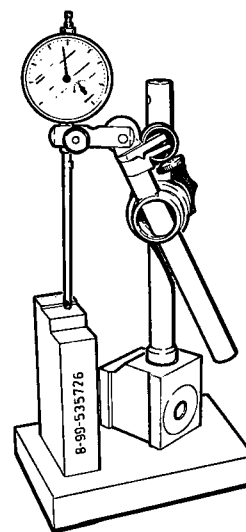

Fig. 10
- Plaats de houder met de meetklok op het kaliber 8-99-535726. Plaats de meetstift op het met „2676” aangeduide vlak van het kaliber en stel de meetklok in op 0 (fig. 10).